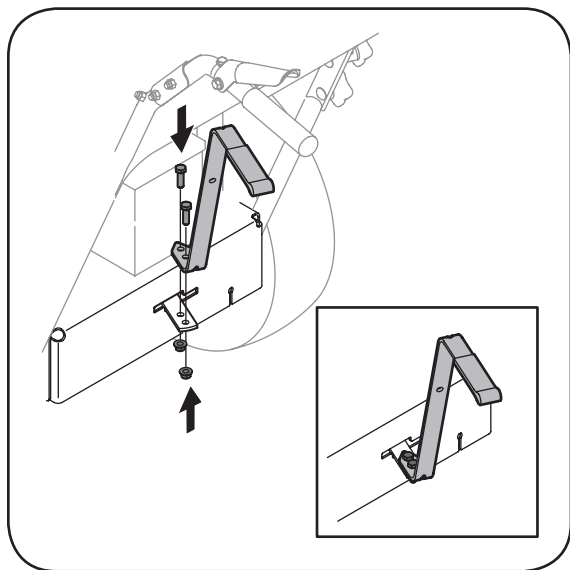

Figura 3-5: Ate la palanca de cambio.
3. Coloque la palanca de cambio superior en posición vertical alineando los orificios de la palanca con los de la placa de cambio, Figura 3-5.
4. Asegure la palanca a la placa usando los dos tornillos y las dos tuercas extraídas anteriormente, Figura 3-5.